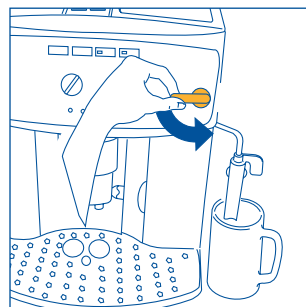
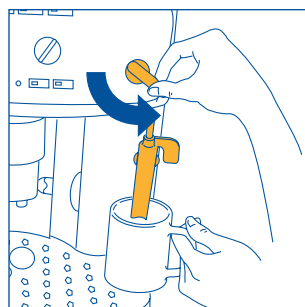
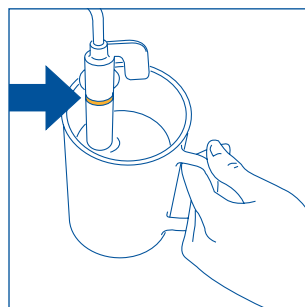

Fig.5
Fig.23
Fig.24
3. **ONMIDDELLIJK DAARNA; NA MAXIMAAL 30 SECONDEN** de stoomknop helemaal tegen de wijzers van de klok draaien (fig. 5) (het is normaal dat het apparaat hier wat luidruchtig is).
- Draai de stoomknop een halve toer tegen de wijzers van de klok in (fig. 5): er drupt warm water uit het cappuccinomondstuk en in het onderliggend druipbakje.
- **Onmiddellijk hierna, binnen twee minuten** (zoniet gaat het apparaat automatisch terug naar de functie koffie), dompel het cappuccinomondstuk onder in het recipiënt met melk (fig. 23) en let erop dat de reliëfstreep op het cappuccinomondstuk zelf niet onder de melk komt te staan (aangegeven met de pijl in fig. 24). Draai de stoomknop een halve toer tegen de wijzers van de klok in (fig. 5). (Let erop u niet te verbranden). Uit het cappuccinomondstuk komt stoom dat het volume van de melk doet toenemen en de melk romiger doet worden. Om een romiger crème te bekomen, het cappuccinomondstuk onderdompelen in de melk en langzame draaibewegingen maken van onder naar boven met het recipiënt. (Het is raadzaam niet langer dan 2 minuten na elkaar stoom af te geven).
- Draai de stoomknop gedurende enkele seconden volledig tegen de wijzers van de klok in om wat stoom of water af te geven (fig. 5). Op die manier elimineert het stoompijpje eventuele melkresten. **BELANGRIJK:** Om hygiënische redenen, is het raadzaam deze handeling altijd uit te voeren, om te voorkomen dat de melk stagneert in de leidingen van het cappuccinomondstuk.